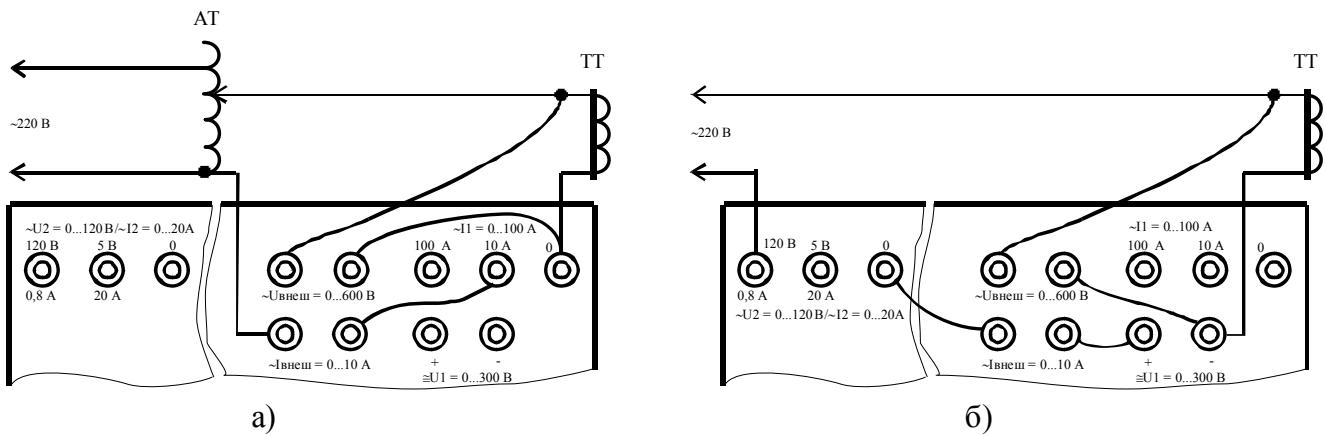

Рисунок 4 – Снятие вольтамперных характеристик трансформаторов тока
Можно расширить диапазон по току и напряжению, используя внешний десятиамперный автотрансформатор, как показано на рис. 4а. В этом случае на проверяемый трансформатор подается напряжение, регулируемое от 0 до 290 В при максимальном токе 10 А.
Если в схеме, показанной на рис. 4а подать напряжение сети напрямую, а не через АТ, то на ТТ напряжение будет регулироваться от 220 до 270 В при максимальном токе 10 А.
8.3.2.2 Для расширения диапазона выходного напряжения можно последовательно подключить три источника (см. рис. 4б): выход канала 1 « $\leq U1 = 0..300$ В», выход канала 2 « $\sim U2 = 0..120$ В» и напряжение сети. В этом случае напряжение будет регулироваться в диапазоне от 220 В до 600 В при максимальном токе 1 А.